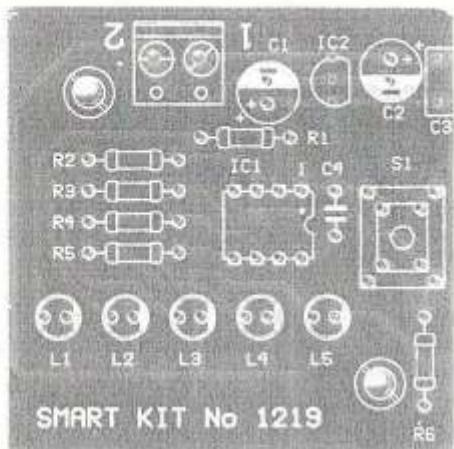

Рис. 4 Монтажная схема
- Установите все детали согласно рис. 4 в следующей последовательности: сначала малогабаритные, а потом все остальные элементы. Вставьте контроллер в панельку.